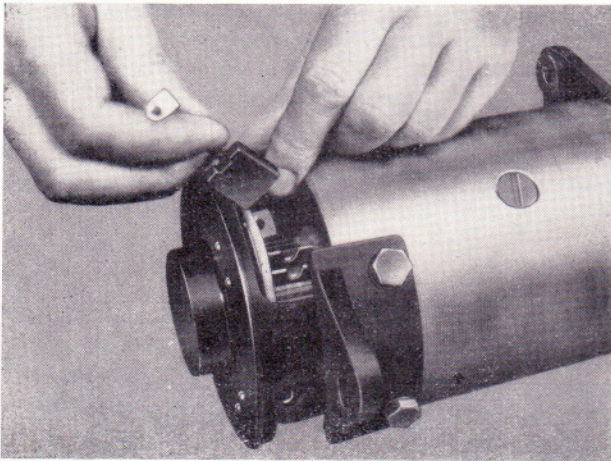

Bild 181
- Federn zurückbiegen und die Kohlebürsten aus der Führung herausziehen (Bild 181).